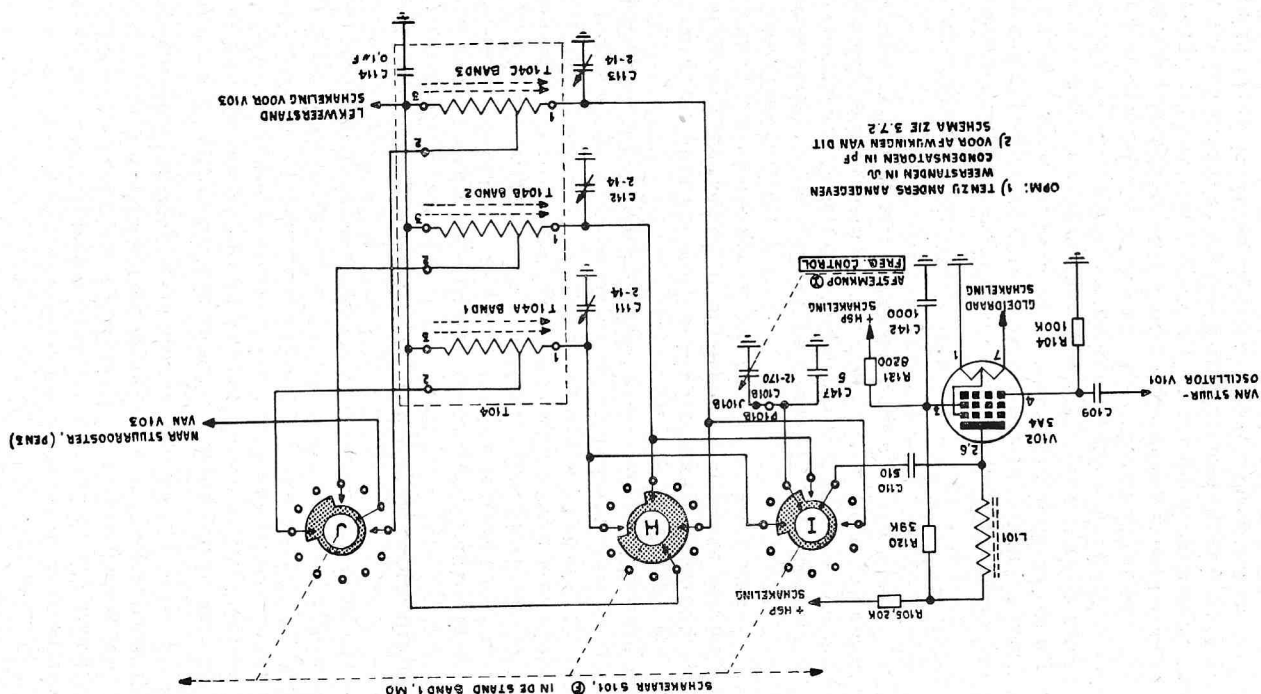

Fig. 32. Schakeling van de verdubbelaar-trap
3.3.4 Verdubbelaar V102, (zie fig. 32).